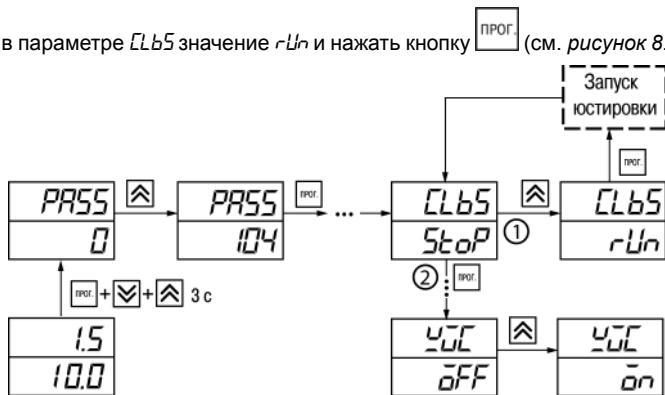

Рисунок 8.7 – Последовательность действий во время юстировки
5. Установить в параметре $\bar{c}Lb5$ значение $r\bar{c}n$ и нажать кнопку ПРОГ. (см. рисунок 8.7, шаг 1).
6. Включить автоматическую коррекцию ЭДС ТП по температуре его свободных концов, установив в параметре $\bar{c}Ц\bar{c}$ значение $\bar{o}n$ (см. рисунок 8.7, шаг 2).